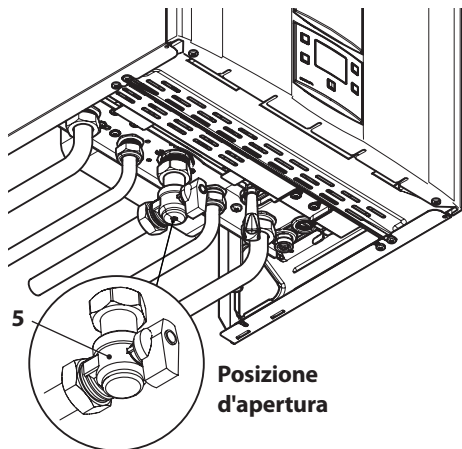

Figura 6.1
- Aprire il rubinetto del contatore gas e quello della caldaia 5 in Figura 6.1.